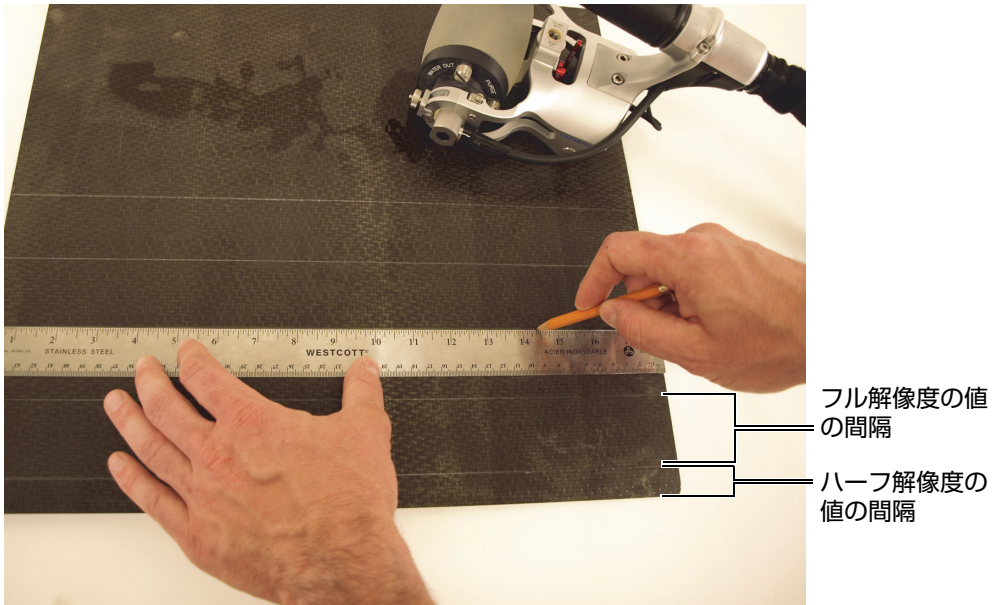

図 4-9 検査する面に平行ラインを引く
3. 解像度の値を使用して、検査する面に平行ガイドラインを引きます（67 ページの図 4-9）。